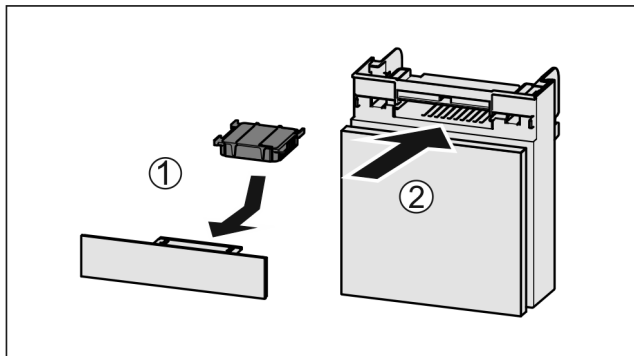

Fig. 104
- ▶ Introduceți Fig. 104 (1) filtrul de cărbune activ după cum se vede în figură.
- ▶ Împingeți Fig. 104 (2) compartimentul în interior.